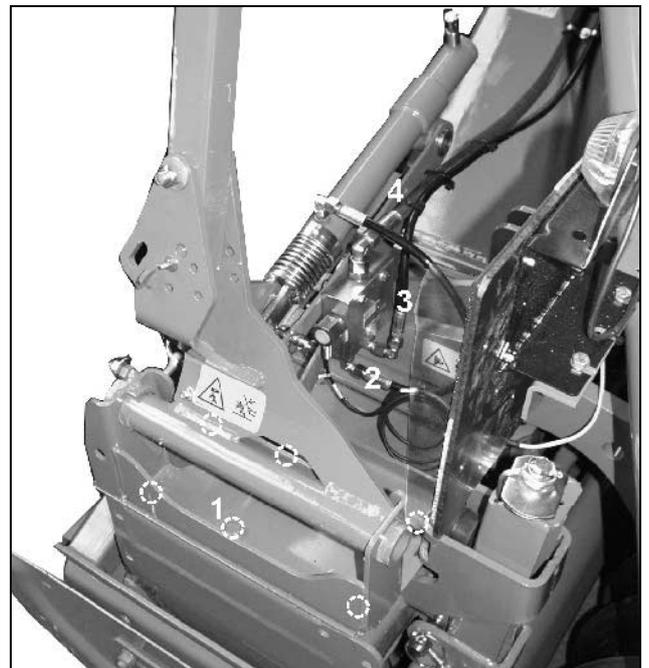

Fig. 41
- Vissez sur le KG/KE les traceurs à gauche et à droite en utilisant 6 vis (Fig. 41/1).
- Montez le bloc hydraulique assemblé sur le traceur gauche, comme indiqué Fig. 41.
- Raccordement du traceur gauche (Fig. 41/2).
- Raccordement du traceur droit (Fig. 41/3).
- Raccordement du distributeur tracteur (Fig. 41/4).